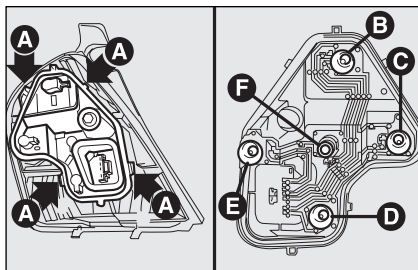

fig. 31
- ☐ comprimer vers l'extérieur les ailettes **A-fig. 31** de blocage du porte-lampe et l'enlever de son emplacement;